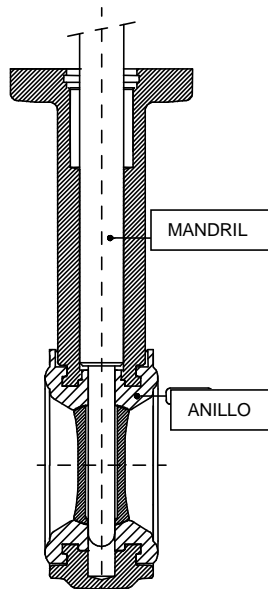

Fig.3
3.- Introducir la mariposa con abundante glicerina, teniendo en cuenta que la parte del grafilado va hacia abajo, y volver a realizar la operación anterior de introducir el mandril, teniendo así la certeza, de que todos los componentes están alineados con los pasos de ejes (Fig.3).